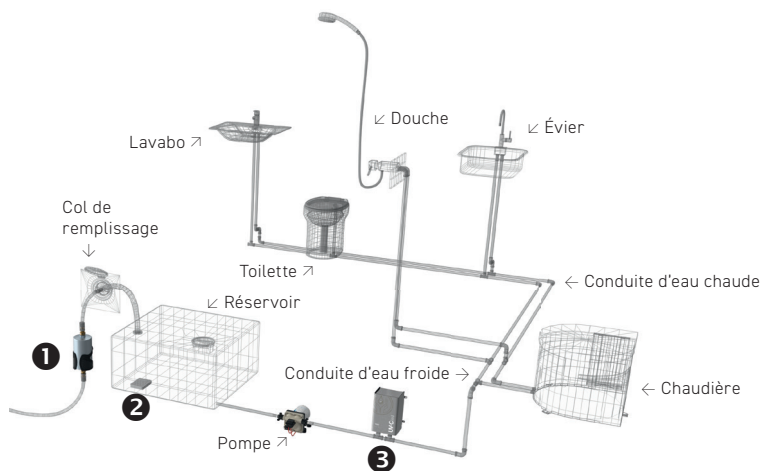

Figure 1 : Recommandation d'installation dans un système d'eau claire mobile
Comment exclure ces risques est illustré par la figure 1, un exemple pratique de la manière dont un système d'eau claire peut être exploité de manière hygiénique globale. Comme première étape, nous recommandons une préfiltration ❶ (ici: Filtre WM), ainsi qu'une conservation de l'eau (ici: Silvernet Flex) ❷. La conservation s'étend sur l'ensemble du système d'eau claire et réduit une recontamination ou contamination supplémentaire de l'eau pendant le stockage. Ensuite, l'eau passe par l'unité UV et est fraîchement désinfectée lors du prélèvement d'eau ❸. Un nettoyage/désinfection du système au moins annuel complète parfaitement l'exploitation hygiénique (voir aussi **chapitre Nettoyage (p.88)**).